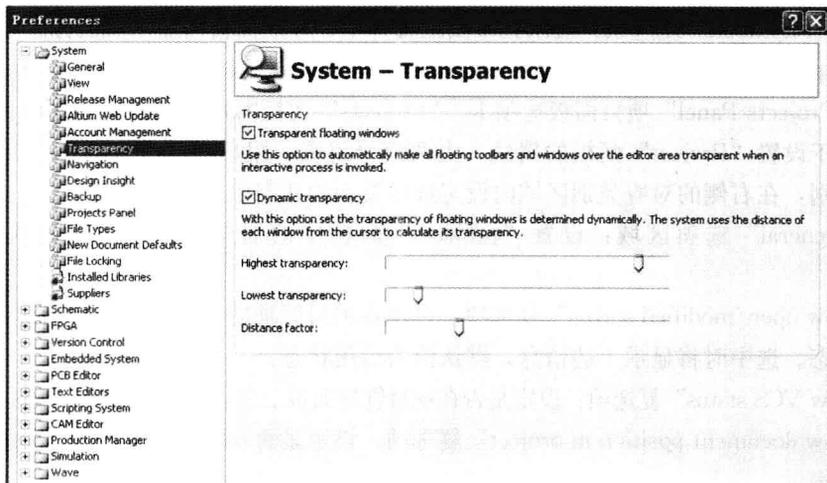

图 1-8 调整面板透明程度
(6) 调整浮动面板的透明程度。单击“Preferences”设置窗口中的“System”子菜单下“Transparency”命令，勾选“Transparency”下的复选框，即选择使用面板在操作的过程中，使浮动面板透明化。勾选“Dynamic transparency”（自动调整透明化程度）复选框，即在操作的过程中，光标根据窗口间的距离自动计算出浮动面板的透明化程度，也可以通过下面的滑条来调整浮动面板的透明程度，其效果如图 1-8 所示。